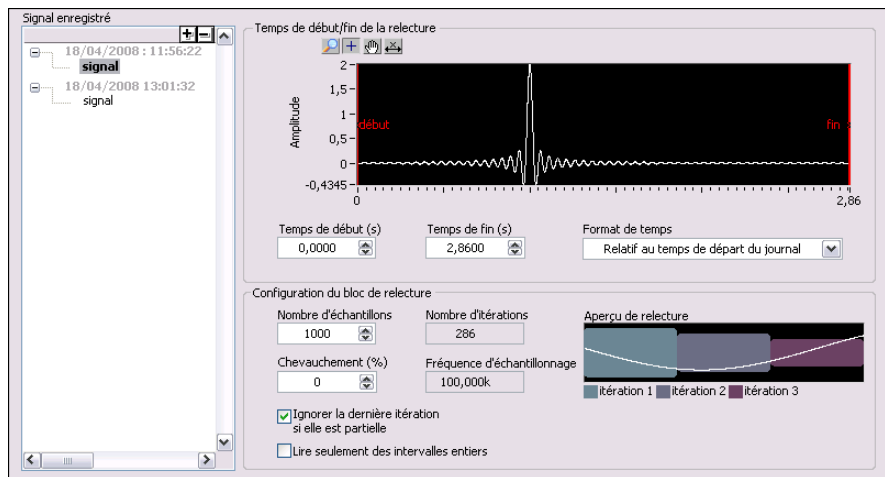

Figure 4-5. Fenêtre Options de relecture
1. Sélectionnez **Affichage»Options de relecture** pour afficher l'onglet **Options de relecture**, comme le montre la figure 4-5.